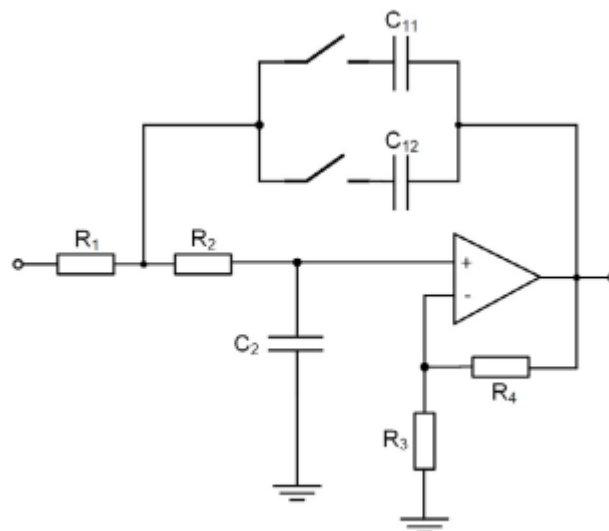

Figura 1 - Filtro Passa-baixa ativo de segunda ordem - Topologia Sallen-Key.
4. **Aplicação nos circuitos** – O Esp32 aplica a tensão indicada pelo Set Point (SP) e mede a tensão no capacitor como sua resposta.
- **Sistema de segunda ordem** – Circuito de um filtro passa-baixa ativo com topologia Sallen-Key (figura 1) com capacitores eletrolítico (4.7 μF e 10 μF) selecionáveis por um demux alterando a forma de resposta do sistema.